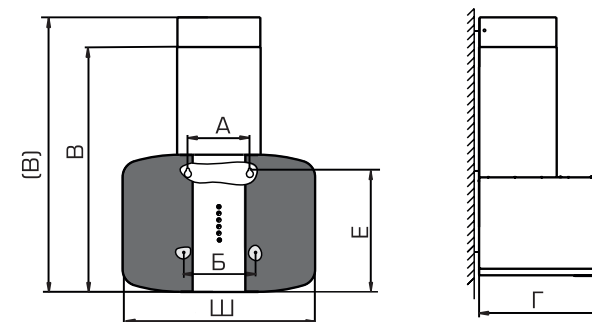

рис. 2
6.1. Крепление вытяжного зонта (рис. 2):